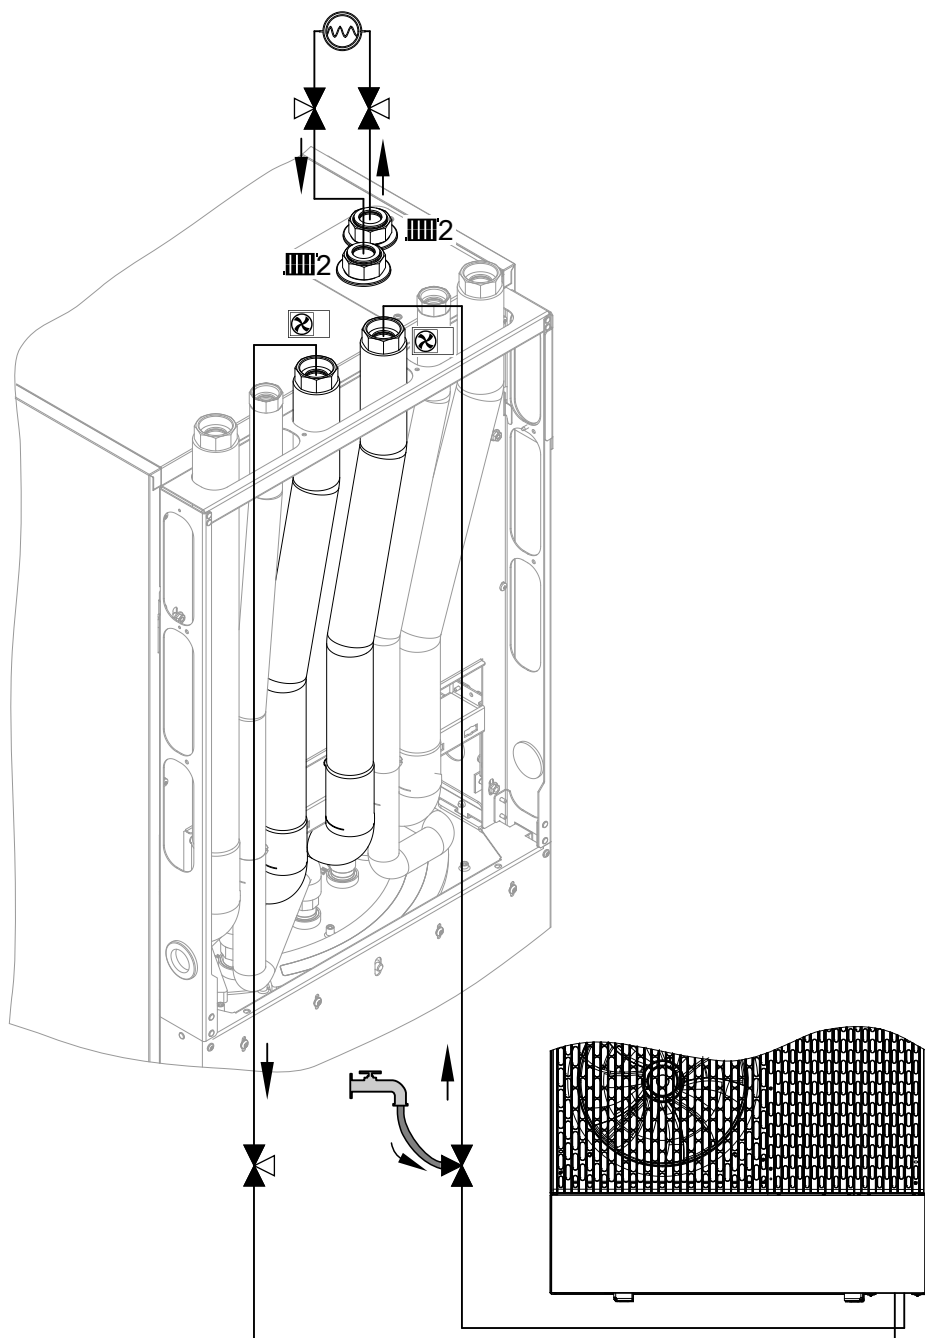

Abb. 72
Beide 3-Wege-Kugelhähne zum und vom Heiz-/Kühlkreis 2 öffnen: Siehe Abb. 72.
3. 3-Wege-Kugelhahn vom Vorlauf Außeneinheit (Heizwassereintritt Inneneinheit) gemäß Abb. 72 öffnen: **Offen in allen Richtungen**
4. 3-Wege-Kugelhahn zum Rücklauf Außeneinheit (Heizwasseraustritt Inneneinheit) öffnen: Siehe Abb. 72.